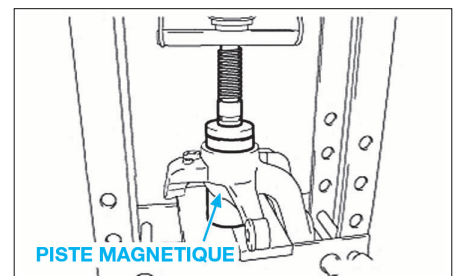

FIG. 17
- Enfoncer le roulement dans le pivot à l'aide d'une presse hydraulique (Fig.17).